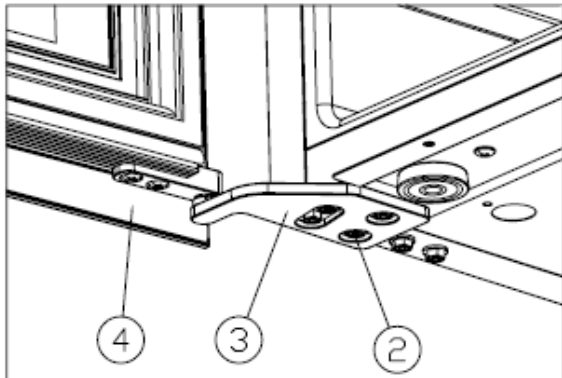

Figura 5
✧ Instale a dobradiça superior direita ③ e aperte os parafusos M5*16 ②. [Figura 5]